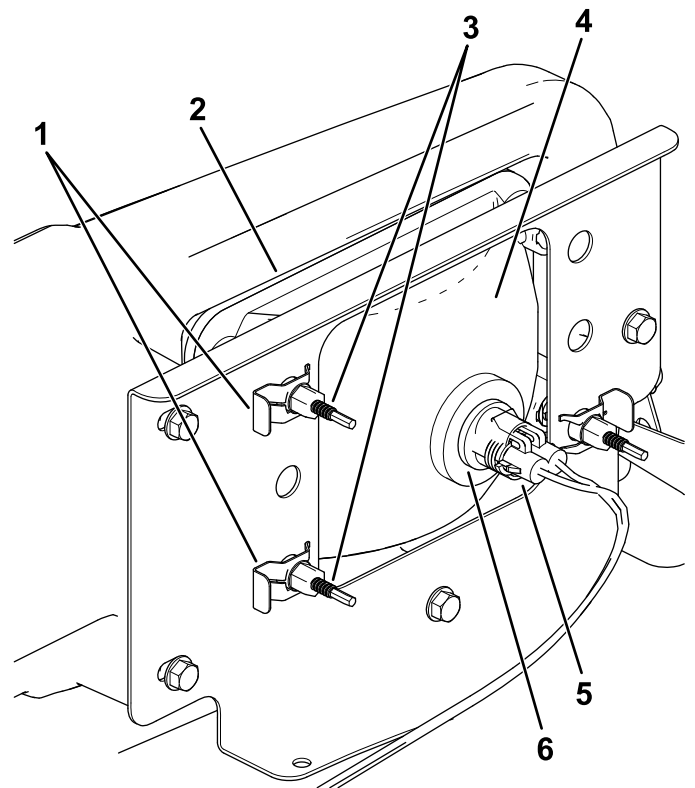

Bild 49
3. Schließen Sie den elektrischen Anschluss für den Kabelbaum vom Lampenanschluss ab (Bild 49).
4. Entfernen Sie die Schellen, mit denen der Scheinwerfer an der Scheinwerferhalterung befestigt ist (Bild 49).
5. Schieben Sie den Scheinwerfer nach vorne durch die Öffnung in der vorderen Stoßstange und entfernen Sie ihn (Bild 49).
6. Setzen Sie den neuen Scheinwerfer durch die Öffnung in der Stoßstange ein (Bild 49).
8. Schließen Sie den elektrischen Anschluss für den Kabelbaum am Lampenanschluss an (Bild 49).
5. Drehen Sie die Einstellschrauben an der Rückseite des Scheinwerfers (Bild 49), um den Scheinwerfer zu drehen und den Scheinwerferstrahl einzustellen.